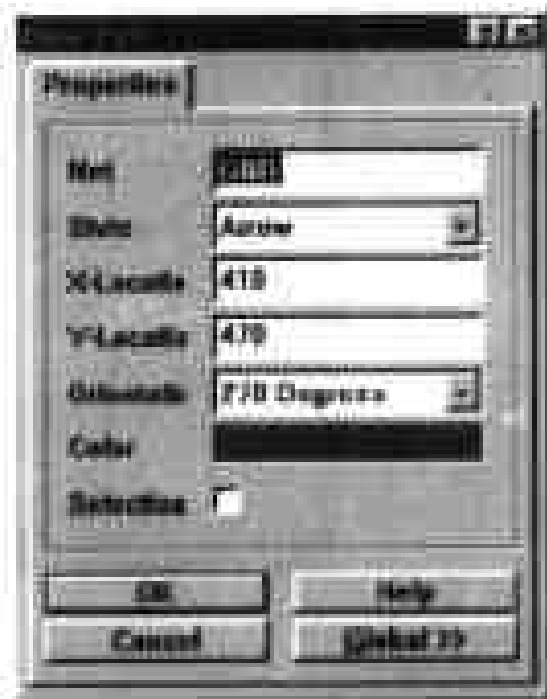

图 3-49 设置接地符号属性的对话框
(1) 打开电路原理图文件,在图纸中双击任意一个接地符号,弹出如图 3-49 所示的对话框。
(2) 对话框中各个选项的功能在前面的内容中已经介绍过了,这里就不赘述了。单击 Style 选项的下拉列表框,在弹出的下拉列表中提供了系统预置的几种接地符号的形状,从中选择 Power Ground,更改被选中的接地符号的形状。